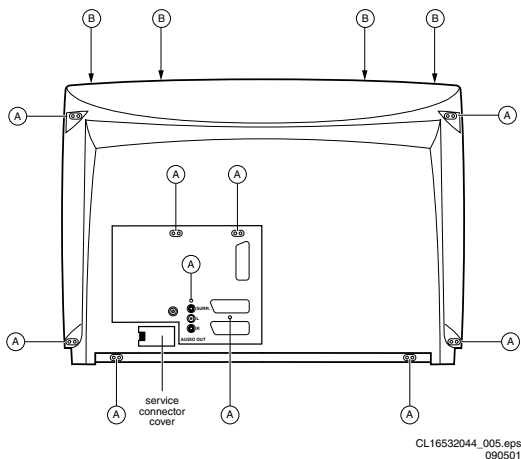

Figure 4-1
1. Enlevez le couvercle du 'Connecteur de service' (voir Figure 4.1).